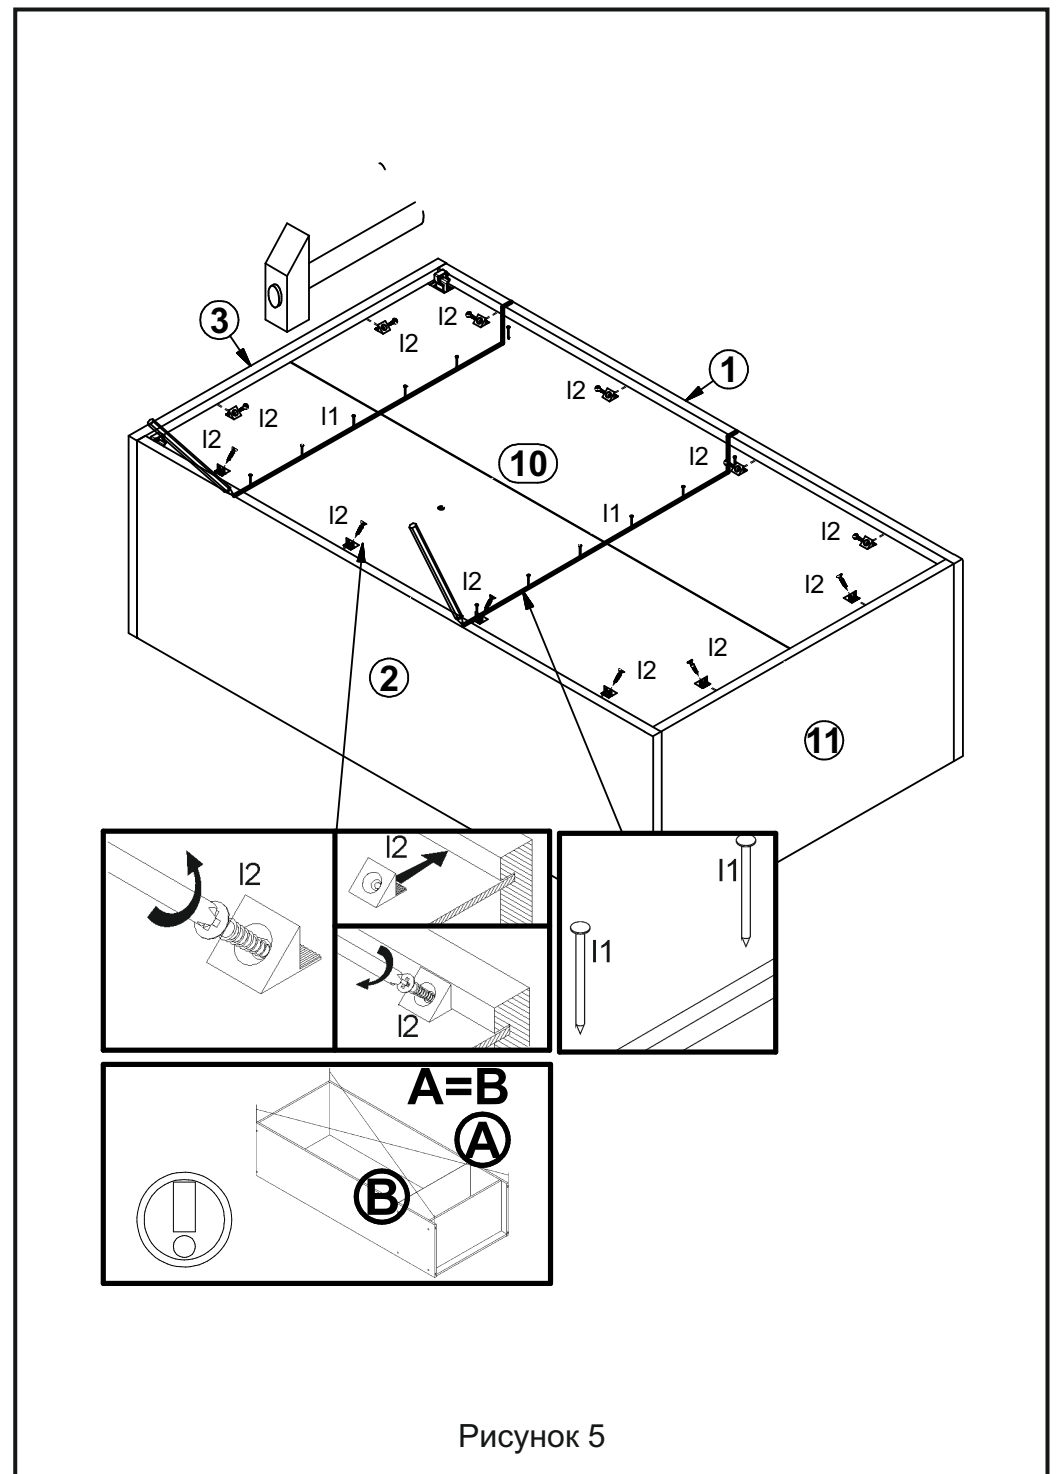

Рисунок 5
4.12. Положить корпус шкафа фасадными кромками вниз на ровную поверхность и выровнять его, измеряя рулеткой расстояние между противоположными углами по диагонали. Расстояния должны быть равными. Закрепить стенку заднюю 10 на корпусе изделия элементами крепления задней стенки I2 и гвоздями I1 с шагом 80-120 мм (см. рис. 5).